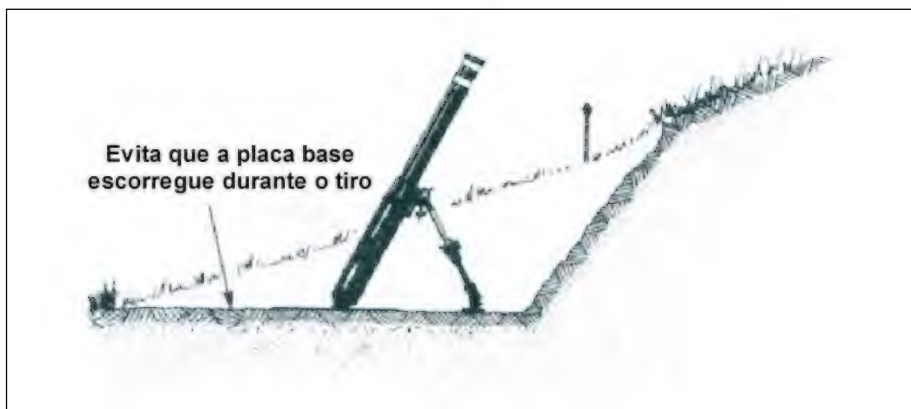

Fig 4-1. Preparação em Encosta
**d.** Para evitar o constante uso da manga de chamada e o desnivelamento do bipé no solo, uma área plana deve ser preparada para os pés do bipé. Quando estiver nivelando o solo para criar uma plataforma de tiro (Ex: contra uma rampa inclinada) é importante lembrar-se que durante o tiro a placa-base tem a tendência de deslizar para trás. Uma área suficiente deve ser preparada prevendo este deslizamento (Fig 4-1).